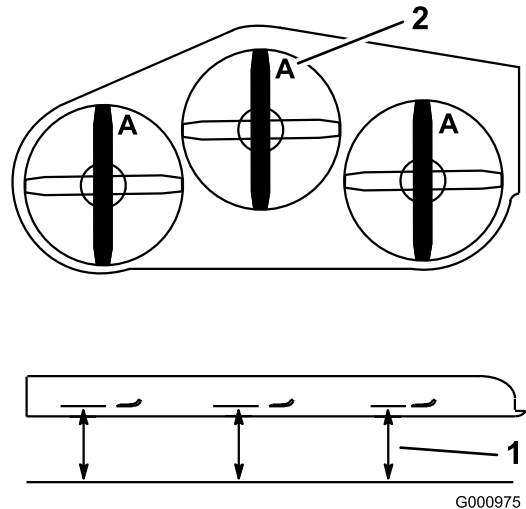

Figure 101
3. Tournez les lames dans le sens longitudinal (Figure 101).
4. Mesurez la distance entre la surface plane et le tranchant (position **A**) des lames (Figure 101).